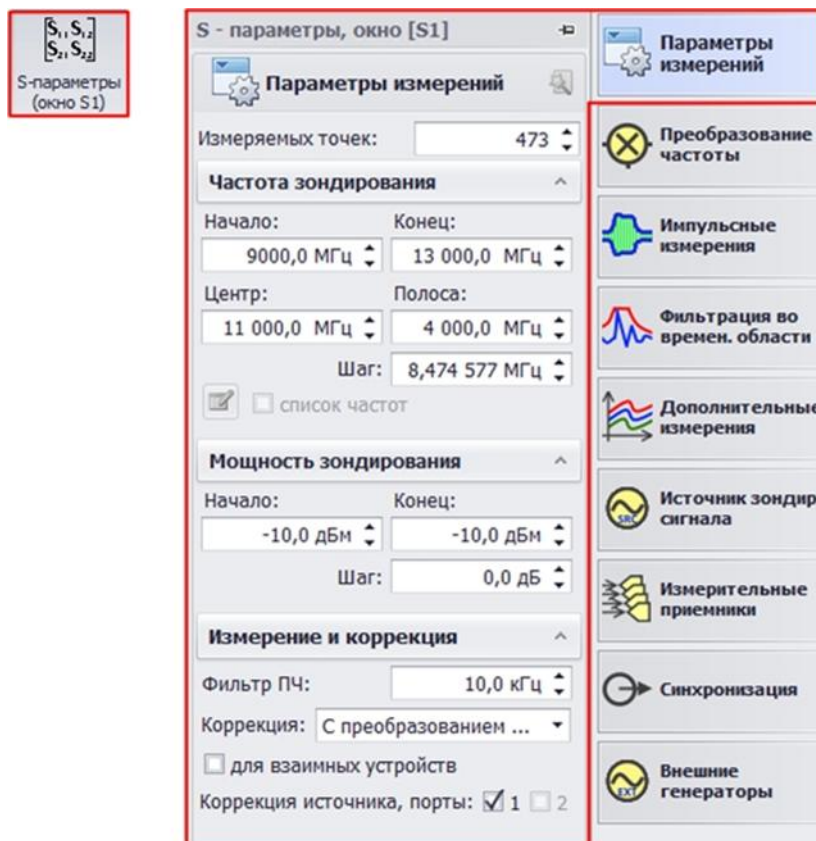

Рис. 6. Настройка параметров измерения.
6. Выберите измерительное окно «S – параметры (окно S1)». Задайте параметры измерения. Частотный диапазон 9...13 ГГц, мощность зондирования -10 дБм (рис. 6);